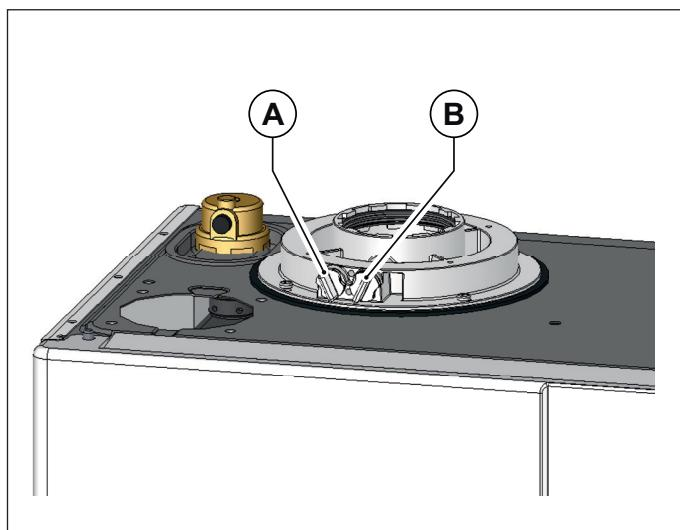
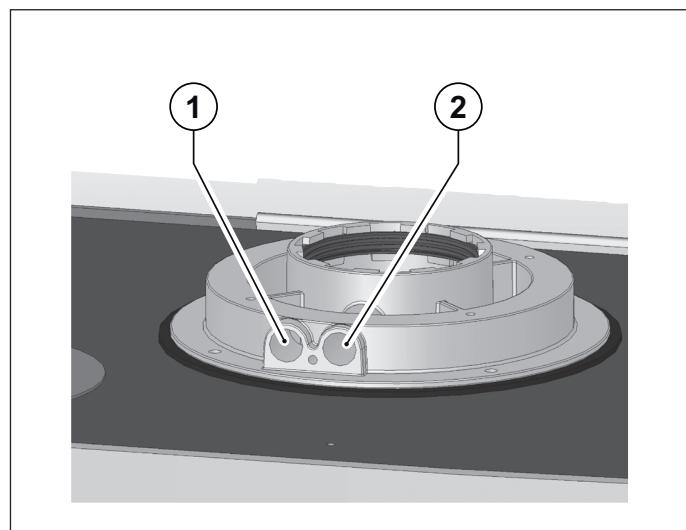

Fig. 20 Poziția bușoanelor
Fig. 21 Poziția orificiilor
Centrala termică este prevăzută cu un turn pentru racordarea conductelor de aspirație aer/evacuare gaze arse (vezi Fig. 20 Poziția bușoanelor și Fig. 21 Poziția orificiilor).
În turn au fost prevăzute orificii pentru accesul direct al aerului de combustie și pentru evacuarea gazelor arse (vezi Fig. 20 Poziția bușoanelor).
Înainte de a efectua măsurările înălăturăți bușoanele **A** și **B** din orificiile prevăzute pe turn (vezi Fig. 20 Poziția bușoanelor).
- măsurarea aerului de combustie preluat din orificiul **1** (vezi Fig. 21 Poziția orificiilor).
- măsurarea temperaturii gazelor arse și a CO₂ prelevat din orificiul **2** (vezi Fig. 21 Poziția orificiilor).